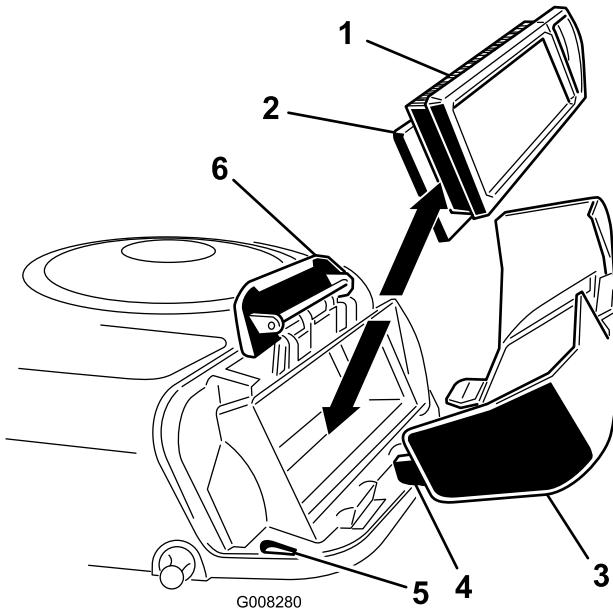

Figura 22
4. Estraete con cautela l'elemento in schiuma sintetica e l'elemento di carta dal convogliatore (Figura 22).
2. Allineate le linguette del coperchio del filtro dell'aria con le fessure del convogliatore (Figura 22).